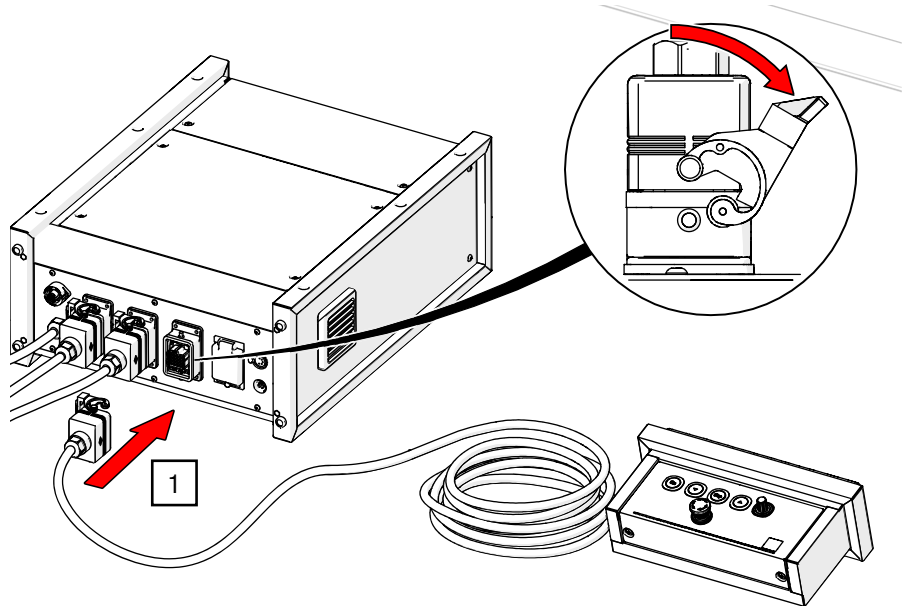

Abb. 28: G-FRAME 54 – 2. Bedienstelle anschließen
1. Stecken Sie das Steuerkabel der 2. Bedienstelle in die mit 0XSB1 markierte Buchse an der Rückseite der G-FRAME Steuerung und verriegeln Sie diese mit dem Bügel (siehe Abb. 28).